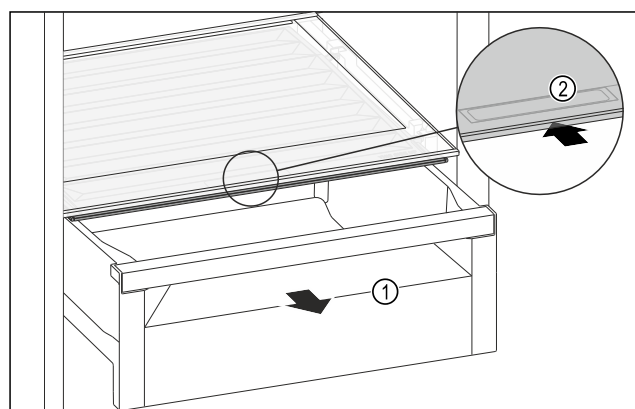

Fig. 147
- Dra ut utdragslådan Fig. 147 (1).
- Ta tag i fördjupningen Fig. 147 (2) på facklocket och skjut samtidigt facklocket bakåt.